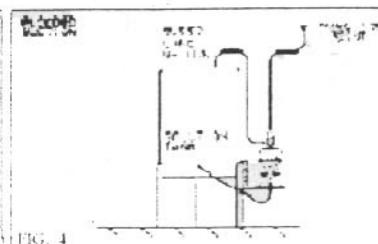

图 4
- 大吸量安装（如图 4，将泵安装在药品储箱底部）是最麻烦的安装方式，仅在流量非常小时推荐，由于吸管中充满了药剂，因此注入完成的很快且泄漏的机会也会很低。